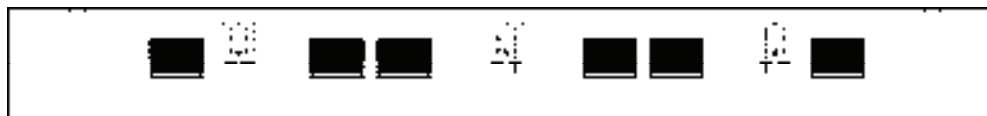

图 14-128 删除线段
3) 调用“删除”命令, 删除一层立面图上的多余线段, 结果如图 14-128 所示。